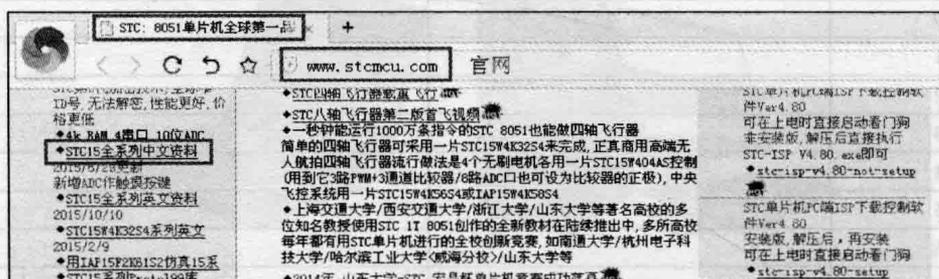

图 1-2 官网资料
- ❖ 官网：www.stcmcu.com，如图 1-2 所示。